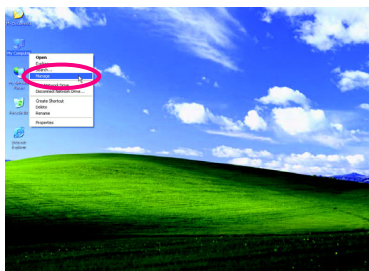
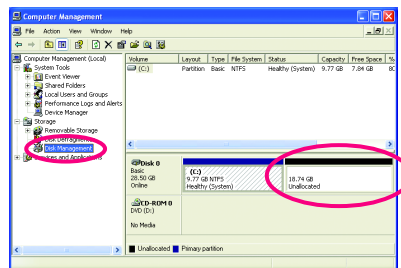

図 4
図 5
4. オペレーティングシステムのインストール後、デスクトップのマイコンピュータアイコンを右クリックし、**管理**を選択します (図 4)。コンピュータ管理に移動して、ディスクの割り当てをチェックします。Xpress Recovery2 はバックアップファイルを割り当てられていないスペースに保存します (上の黒いストライプ) (図 5)。割り当てられていないスペースが不十分だと、Xpress Recovery2 はバックアップファイルを保存できません。